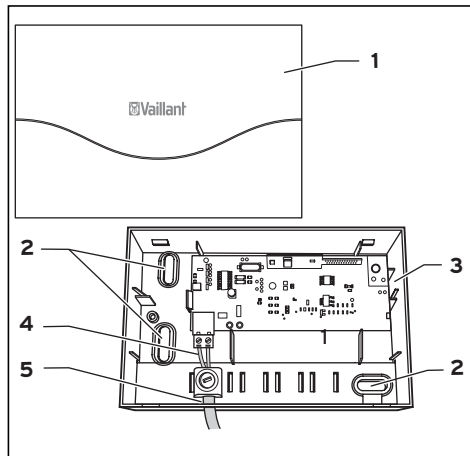

Abb. 9.2 Montage des Empfängers
- Bringen Sie zwei Befestigungsbohrungen (**3**) mit Durchmesser 6 mm (entsprechend Abb. 9.2) an und setzen Sie die mitgelieferten Dübel ein.